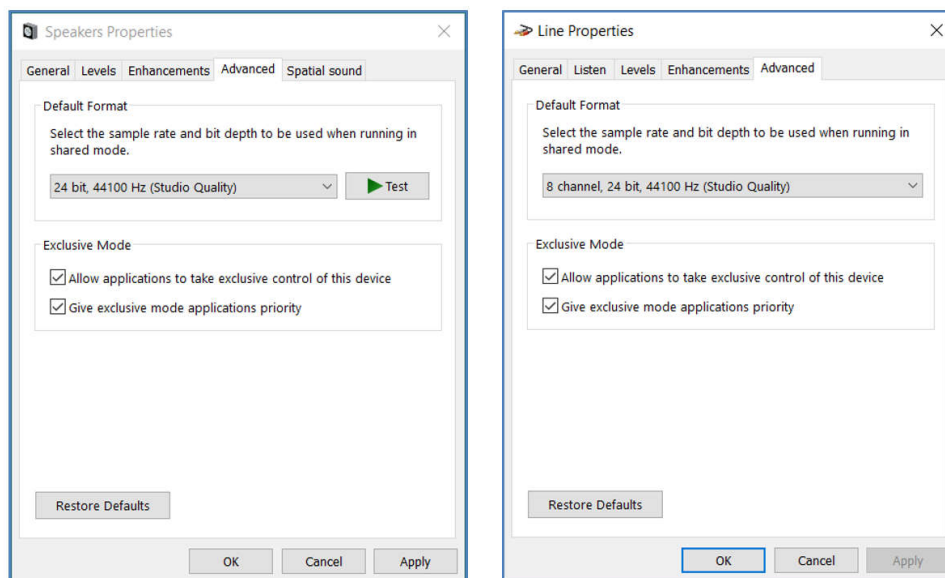

図 4-3. 学習ボードのサウンド設定
- 出力デバイスと入力デバイスの両方の追加デバイスプロパティを開き、「**Advanced**」(詳細) 項目でデバイスのサンプリングレートを確認します。図 4-3 に示すように、正しい構成を行う必要があります。